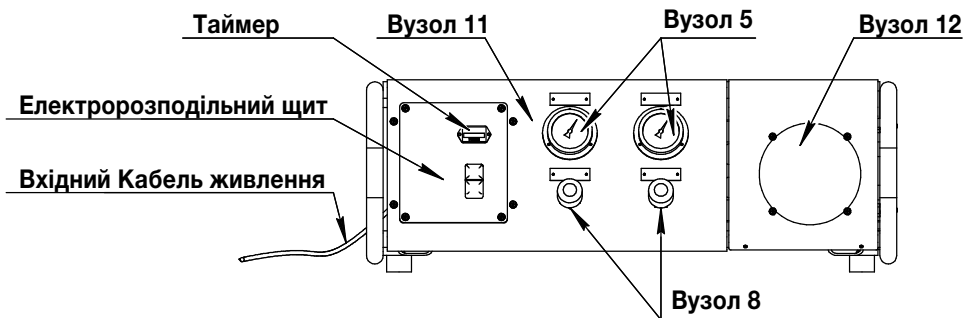

Рисунок 2. Вигляд спереду
3.3.4. Переконайтеся, що манометри 5 (PG-1) і (PG-2) (Рисунок 2) показують нульовий тиск.
3.3.5. Переконайтеся, що клапани 8 (V-1) і (V-2) (Рисунок 2) закриті.